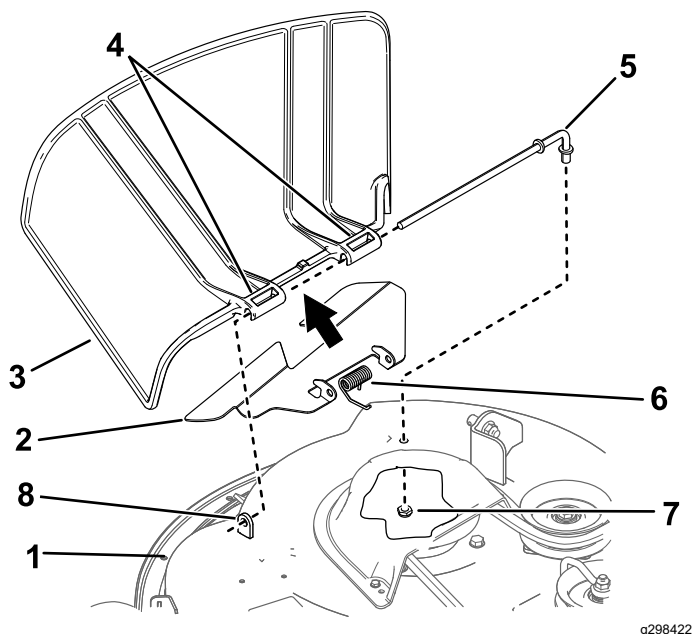

Figura 76
- Îndepărtați piulița ($\frac{3}{8}$ ") de la tija de sub maina de tuns iarbă (Figura 76).
2. Glisai tija în afara distanțierului scurt, arcului i a pivotului pentru iarbă (Figura 76).
4. Montați deflectorul pentru iarbă nou (Figura 76).
7. Glisai tija prin cel de-al doilea pivot al deflectorului pentru iarbă (Figura 76).
9. Fixați capătul din spate al tije la maina de tuns iarba cu o piuliță (3/8") aa cum se arată în Figura 76.